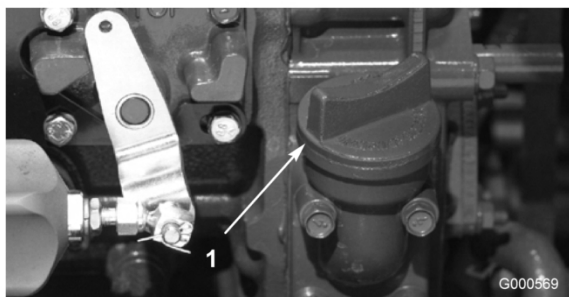

Bild 12
4. Wenn der Ölstand unter der Voll-Marke liegt, nehmen Sie den Fülldeckel ab (Bild 12) und gießen Sie genug Öl ein, um den Ölstand bis zur Voll-Marke anzuheben. **Nicht überfüllen.**